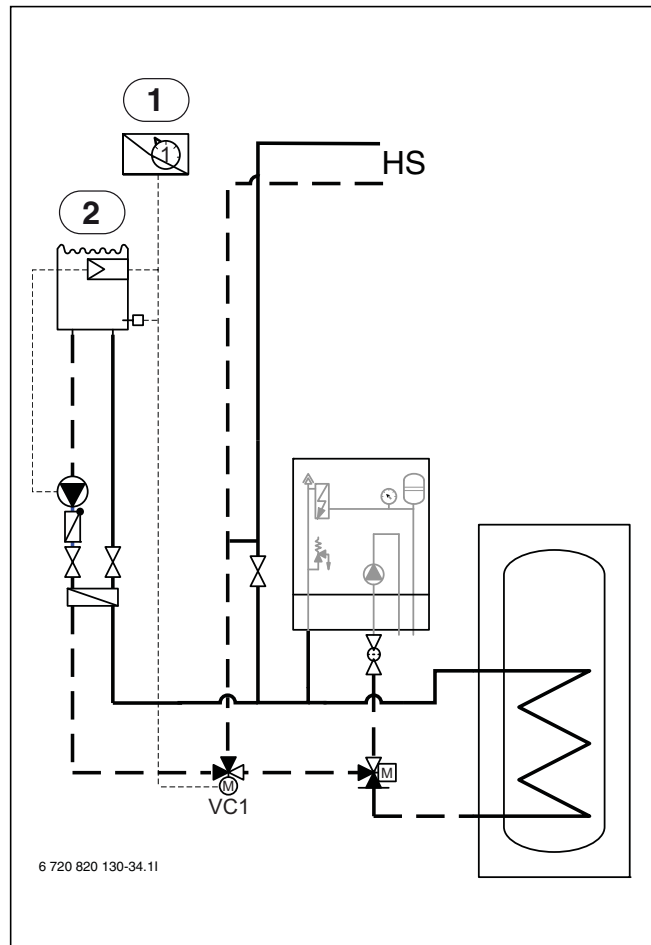

Bild 45 Poolinstallation exempelbild
- ▶ Placera poolshunten på returledningsröret till värmepumpsmodulen (→ [VC1] bild 45).